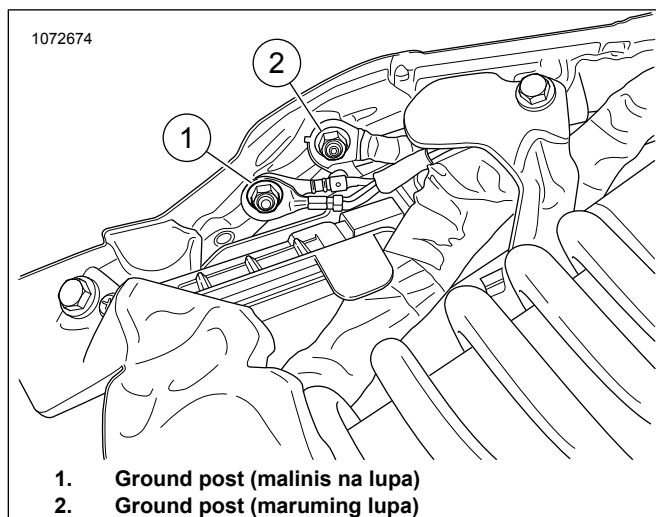

Figure 23. Frame Ground
Tingnan ang Figure 23 . Iruta at ikonekta ang ATM ground wire sa **malinis** na ground post (1) sa likod. Higgitan sa: